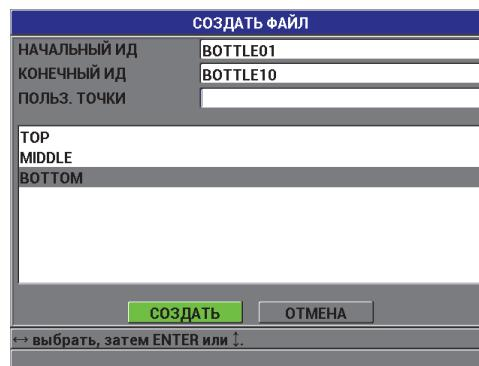

Рис. 7-5 Конфигурация Ид для последовательного файла с пользовательскими точками
- На второй странице диалогового окна **СОЗДАТЬ** (см. Рис. 7-5 на стр. 130):